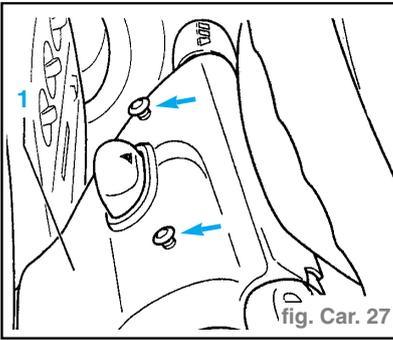

fig. Car. 27
- Dévisser les deux vis -flèche-. (fig. Car. 27)